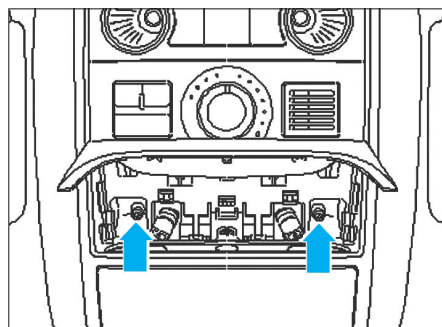

Fig. 47
- Déposer le plafonnier avant puis débrancher le connecteur (Fig.47).